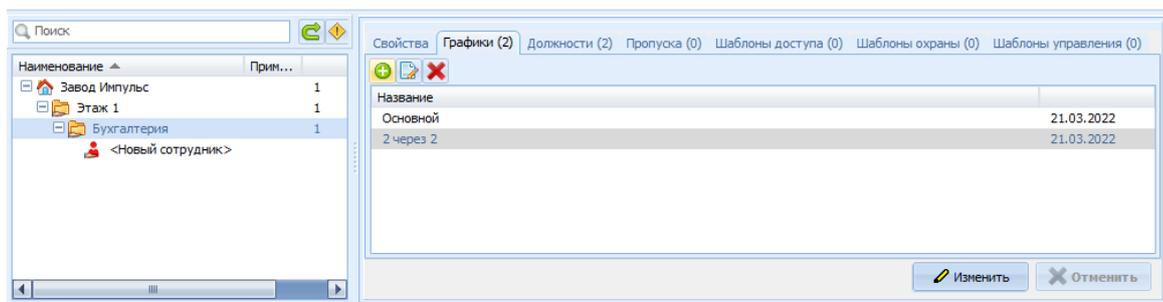

Рисунок 25.16 – Закладка Графики для выбранной организации
- 2) В поле с характеристиками выбранного объекта перейти на закладку **Графики** и нажать кнопку  «Добавить» панели меню или воспользоваться командой **Добавить** контекстного меню (рисунок 25.16),